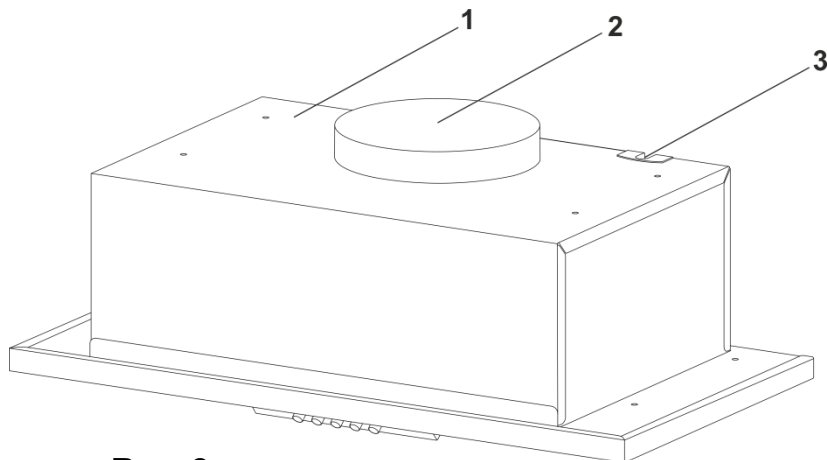

Рис.3
5.4 Витяжка складається з наступних складових частин (рис.3 / рис 3.1):